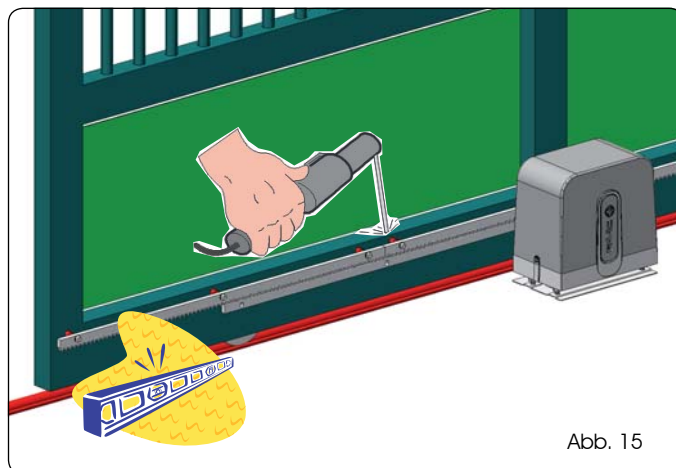

Abb. 15
5. Ein weiteres Element der Zahnstange an das vorherige Element anlegen, um die Verzahnung der beiden Elemente in Phase zu bringen. Dabei wird ein Stück der Zahnstange, wie auf Abb. 15 gezeigt, verwendet.